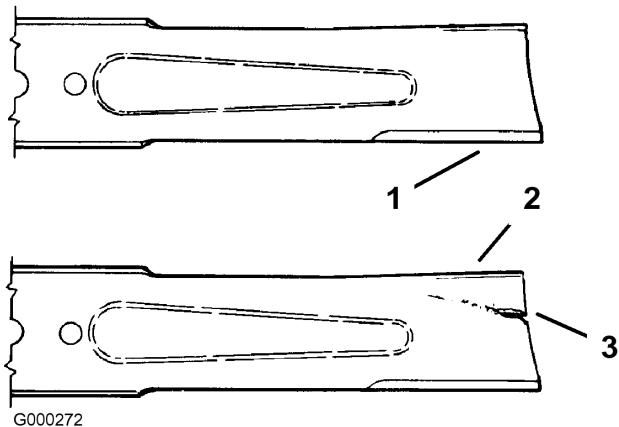

Figure 38
2. Inspectez les lames, surtout la partie incurvée (Figure 38). Remplacez immédiatement toute lame usée, endommagée ou qui présente une entaille (repère 3 de la Figure 38).
1. Examinez le tranchant des lames (Figure 38). Si les lames ne sont pas tranchantes ou si elles présentent des indentations, déposez-les et aiguisez-les (voir Aiguisage des lames).